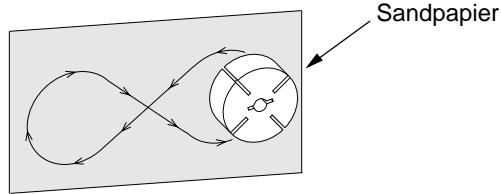

Abbildung 25 - Abschmirgeln des Rotors
- Feines Sandpapier (600 Körnung) auf einer flachen Oberfläche auflegen. Den Rotor viermal leicht mit einer "8er-Bewegung" abschmirgeln (siehe Abb. 25).